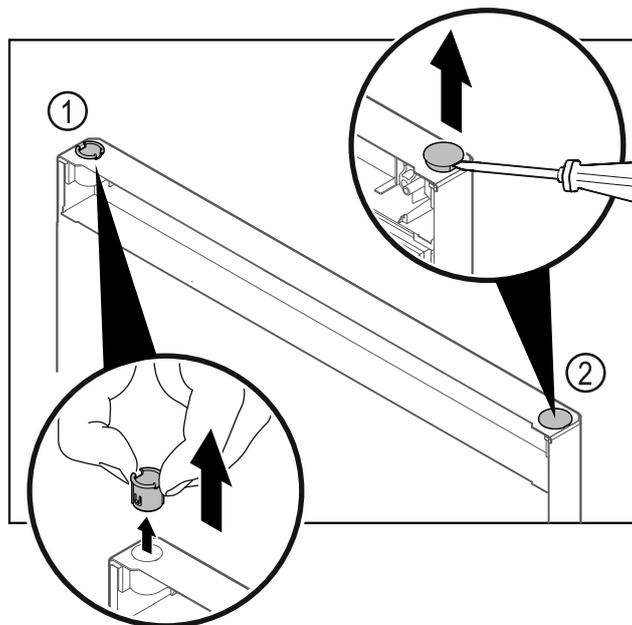

Fig. 26
- ▶ Τραβήξτε έξω την υποδοχή μεντεσέ Fig. 26 (1) με το δάχτυλα.
- ▶ Ανασηκώστε προσεκτικά την τάπα Fig. 26 (2) με ένα ίσιο κατασαβίδι και τραβήξτε την έξω.